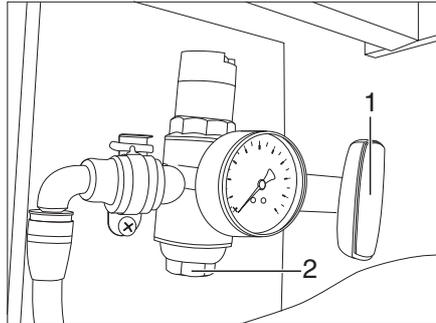

Bild 189 Druckminderer (Hauptsperthahn geschlossen)
- Schauglas (Bild 189,2) am Druckminderer schließen.
- Hauptsperthahn am Druckminderer (Bild 189,1) schließen.
- Hauptsperrhahn am Druckminderer (Bild 189,1) öffnen.